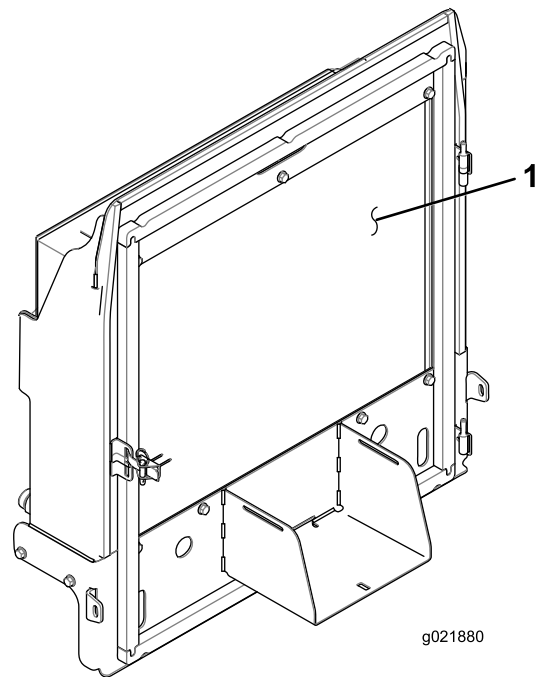

Figura 94
- Pulite accuratamente entrambi i lati del radiatore/refrigeratore dell'olio con aria compressa (Figura 94).